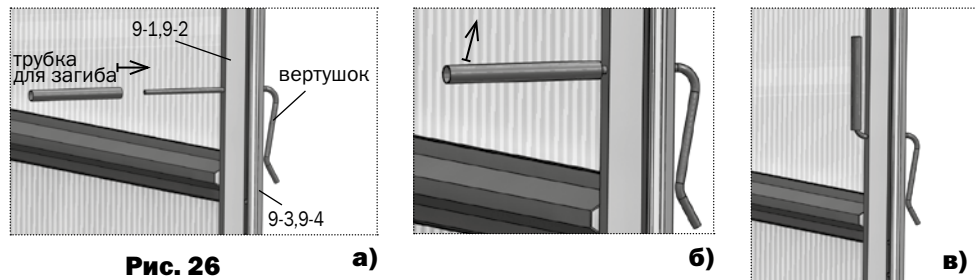

Рис. 26
8. Проволочный вертушок для запираания дверей и форточек вставляется в отверстия стоек дверного проема прямым концом с наружной стороны до упора. С помощью трубки выполняется загиб внутреннего прямолинейного конца рукой вверх (**рис. 26**). Такая конструкция вертушка позволяет упруго прижимать двери и форточки торцов в закрытом состоянии, находясь как снаружи так и внутри теплицы.